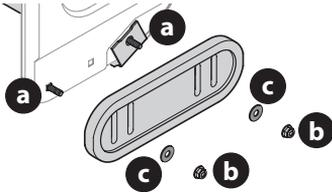

Figure 76
- Faites pivoter le patin et fixez-le avec les boulons de carrosserie (a) (deux de chaque côté), les écrous à bride hexagonaux (b) et les rondelles plates (c). Voir Figure 76.